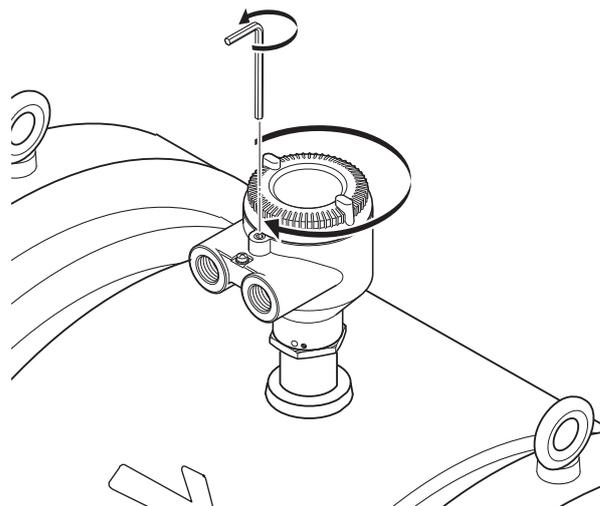

Рисунок 4.1.11 Установка крышки клеммной коробки
- После установки крышки зафиксируйте ее с помощью шестигранного гаечного ключа (номинальный размер 3 мм). Работа со стопорным винтом показана на рис. 4.1.11.